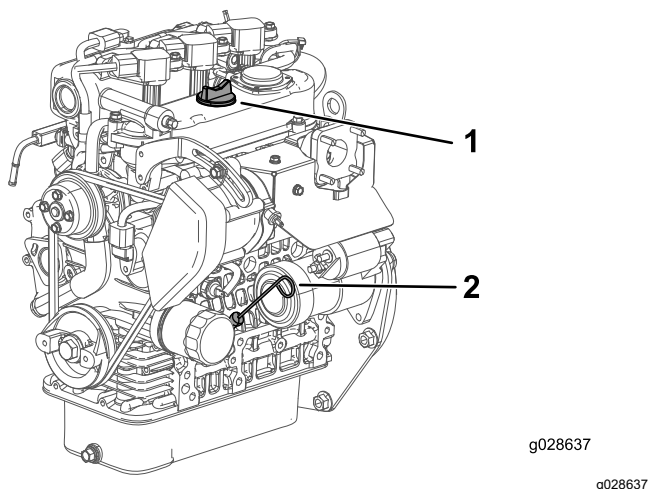

Figura 35
4. Scoatei joja i tergei-o cu o lavetă curată (Figura 35).
5. Introducei joja în tub i asigurai-vă că este introdusă complet (Figura 35).
6. Scoateți joja de ulei și verificați nivelul uleiului (Figura 35).
7. Dacă nivelul uleiului este scăzut, scoatei capacul buonului (Figura 35) i adaugai suficient ulei pentru a ridica nivelul la marcajul Full (Plin) de pe joja.
8. Instalai joja ferm (Figura 35).